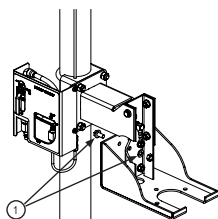

Fig. 3
1. For model (26705, 26741, 257-55, 257-56): Place the pump support and screw the bolts (1) (fig. 3).
6. För modeller (26705, 26741, 257-55, 257-56): Placera pumpkonsollen och fäst med bultarna (1) (fig 3.)